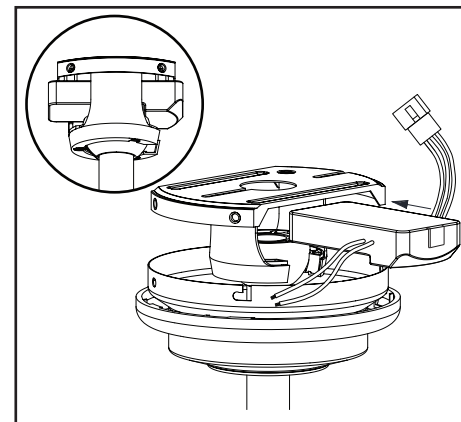

Figura 10
2. Inserta el receptor en el soporte de montaje deslizante hasta que descansen sobre el ensamblaje de tubo bajante/esfera. (Figura 10)